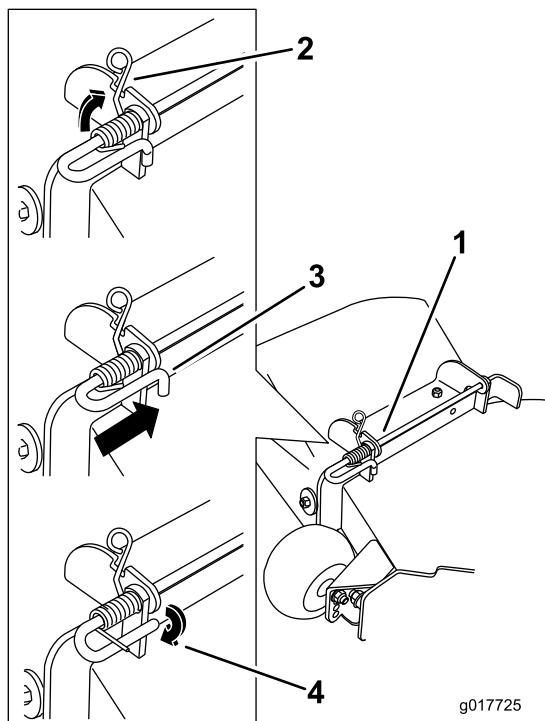

Figura 72
5. Levante el extremo del muelle con bucle y colóquelo en la muesca del soporte del deflector (Figura 72).
6. Fije el conjunto de varilla y muelle torciéndolo de manera que el extremo corto de la varilla pueda colocarse detrás del soporte delantero que está soldado a la carcasa (Figura 72).